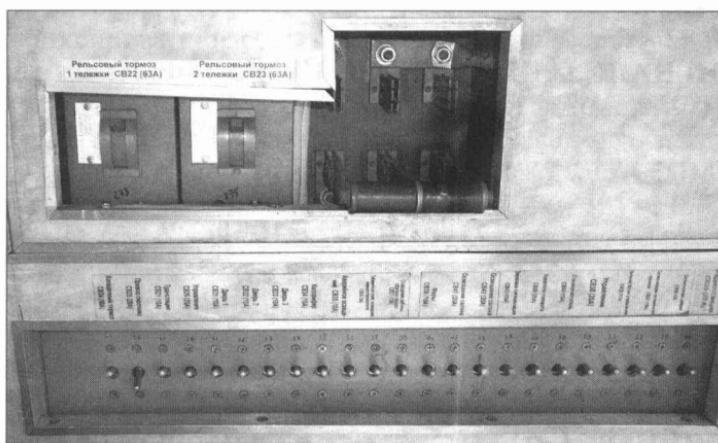

Рис. 41. Рубильник аккумуляторной батареи и низковольтные автоматические выключатели вагона МТМ.
2. Включить рубильник аккумуляторной батареи на задней стенке кабины (рис. 41).